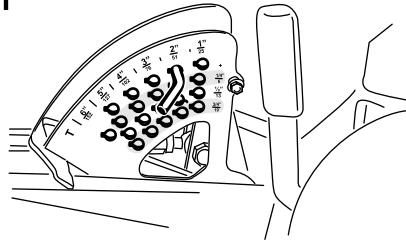

Figura 26
2. Gire el pasador de tope hasta que el pasador cilíndrico que contiene se alinee con las ranuras de los taladros del soporte de altura de corte, y retire el pasador (Figura 26).
3. Seleccione un taladro del soporte de altura de corte que corresponda a la altura de corte deseada, inserte el pasador y gírelo para bloquearlo en esa posición (Figura 26).
Nota: Hay 4 filas de orificios (Figura 26). La fila superior corresponde a la altura de corte impresa encima del pasador. La segunda fila corresponde a la altura impresa más 6 mm ($\frac{1}{4}"). La tercera fila corresponde a la altura impresa más 12 mm ($\frac{1}{2}"). La fila inferior corresponde a la altura impresa más 18 mm ($\frac{3}{4}"). Para la posición de 15.8 cm (6") hay un solo taladro, situado en la segunda fila. Esta posición no añade 6 mm ($\frac{1}{4}$ ") a la altura de 15.8 cm (6").$$$